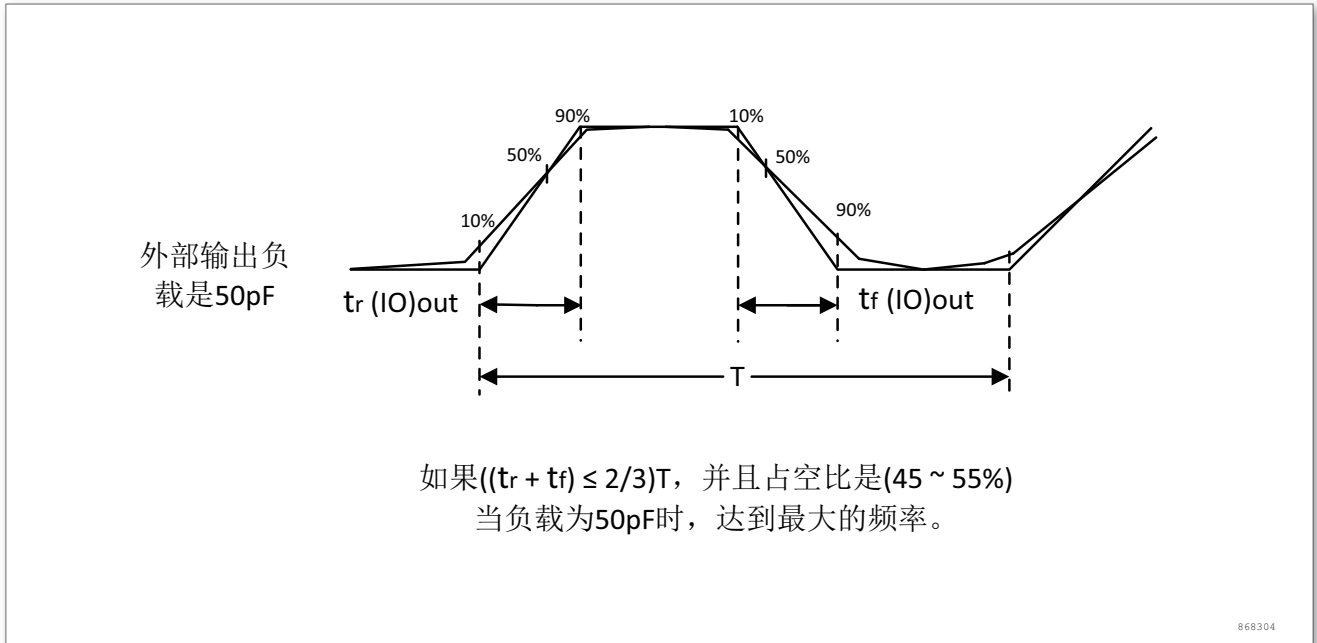

图 12. 输入输出交流特性定义
输入输出交流特性的定义和数值分别在图 12 和表 35 给出。
2. 最大频率在图 12 中定义。